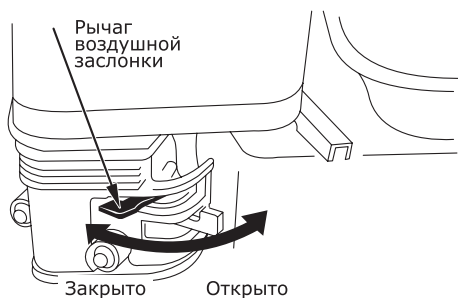
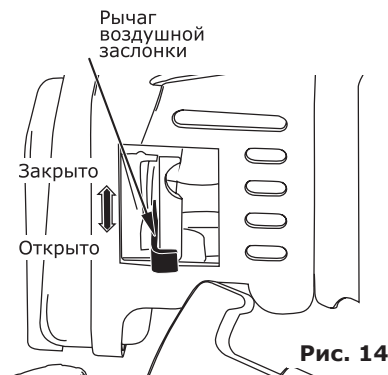

Рис. 13
Рис. 14
- Переведите рычаг привода воздушной заслонки (рис. 13), для МПБ-140 2Т, МПБ-250 2Т рис. 14, в следующее положение: